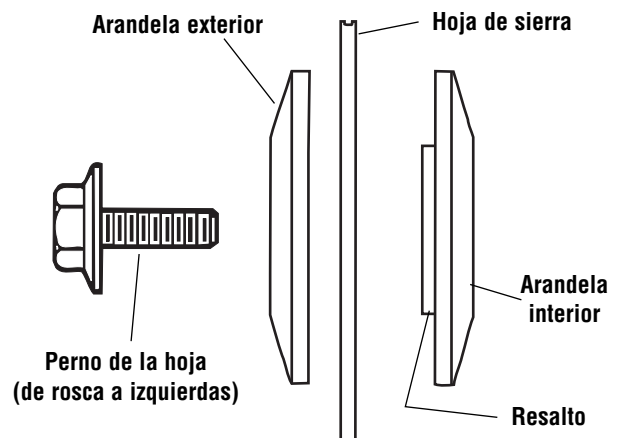

Figura 2. Herrajes de la hoja
5. Quite el perno de la hoja, la arandela exterior y la hoja. No quite la arandela interior (Figura 2).
6. Para instalar la hoja de 12 pulgadas, ajuste la hoja entre los deflectores de virutas y sobre el eje portaherramienta y el resalto de 1 pulgada de la arandela interior (véase la figura 2).